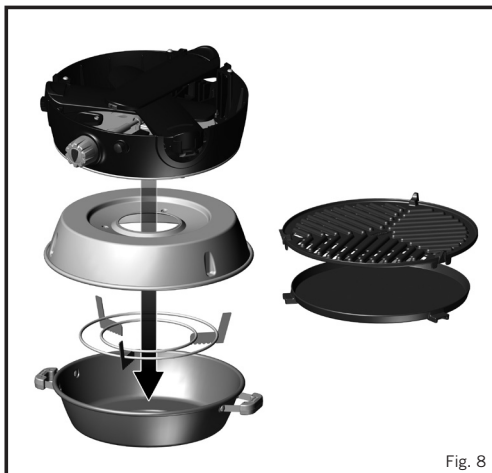

Fig. 8
- Legg lokket på bagen, og lukk den med glidelås. (Fig. 8)